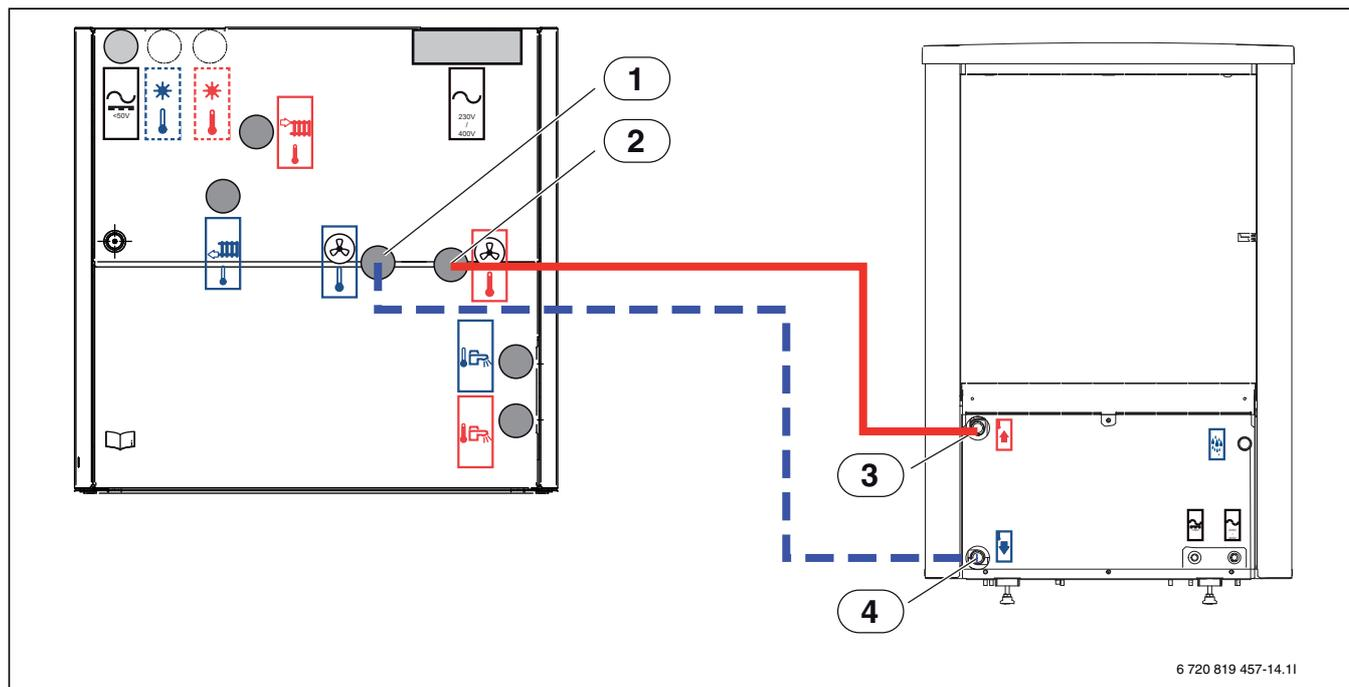

Рис. 14 Подключения между компактным модулем теплового насоса и тепловым насосом
- ▶ Подключите обратную линию теплового насоса [4] к первичному выходу [1], рис. 14.
- ▶ Подключите подающую линию теплового насоса [3] к первичному входу [2], рис. 14.